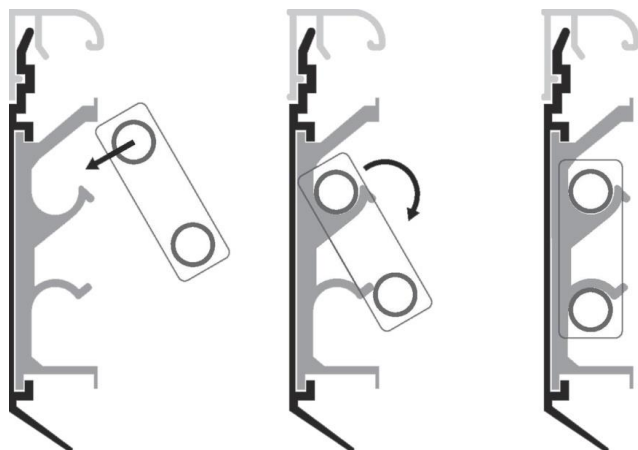

Рис.5
6. Отмерить и отрезать греющий модуль (см. Шаг 1). Вставить греющий модуль в кронштейны согласно Рис.5 с усилием, до щелчка. Важно: развернуть греющий модуль широкими ламелями внутрь помещения, узкими - к стене.